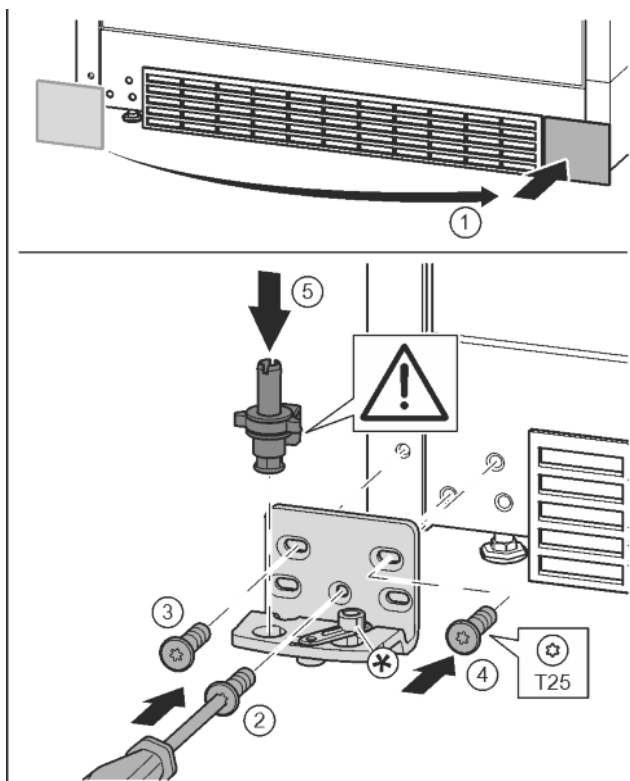

Fig. 17
- ▶ Zdjąć osłonę i założyć z drugiej strony. Fig. 17 (1)
- ▶ Płytkę zawiasu założyć z drugiej strony i przykręcić przy pomocy śrubokręta T25. Rozpocząć śruby 2 dolnej umieszczonej na środku. Fig. 17 (2)
- ▶ Dokręcić śrubę 3 i 4. Fig. 17 (3, 4)
- ▶ Założyć całą sworzeń płytki zawiasu. Przy tym zwrócić uwagę, by krzywka zatrzaskowa wskazywała do tyłu. Fig. 17 (5)